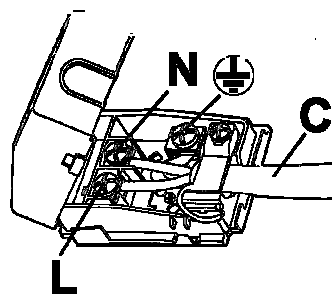

FIG. 8
- si l'appareil est fourni sans le câble d'alimentation, brancher un câble de section appropriée au bornier (voir le tableau au point 6) de sorte que le fil de terre soit plus long que les fils conducteurs, comme en fig. 8.
- Monter sur le câble « C », si elle n'est pas fournie, une fiche standard appropriée à la charge indiquée sur l'étiquette. Brancher les fils comme en fig. 8 en veillant à respecter les correspondances suivantes :